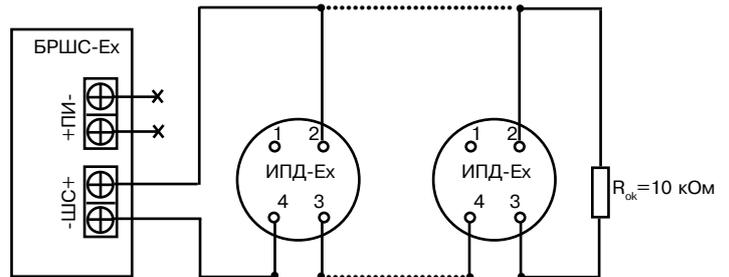

Рисунок 1 – Рекомендуемая схема подключения ИПД-ЕХ к БРШС-ЕХ (в один шлейф БРШС-ЕХ рекомендуется включать не более 10 ИПД-ЕХ)
4.2.3 Произведите монтаж подводящих проводов к клеммам контактов основания согласно схеме подключения (рисунок 1). Максимальная площадь поперечного сечения проводников – 0,75 мм².